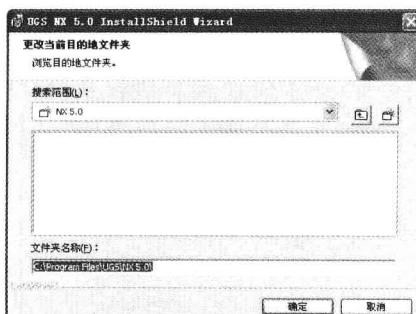

图 1-17 输入安装目的地
Step 17 在“文件夹名称”文本框中可以更改安装路径。输入安装路径或搜索一个路径用于安装，然后单击“确定”按钮，继续安装，如图 1-17 所示。